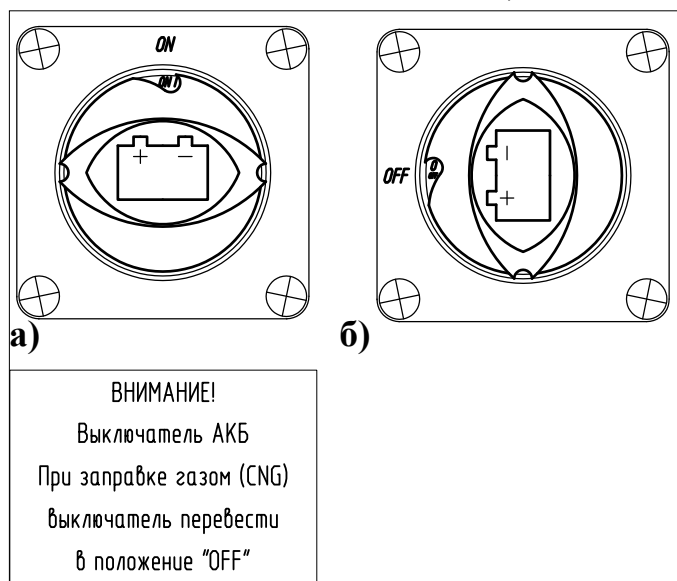

Рисунок 4.1.2.6а – Выключатель АКБ (МАЗ 203):
- закрыть кран 23 (рис. 4.1.2.5) (рукоятка крана «ДВИГАТЕЛЬ» в положении «ЗАКР.»)